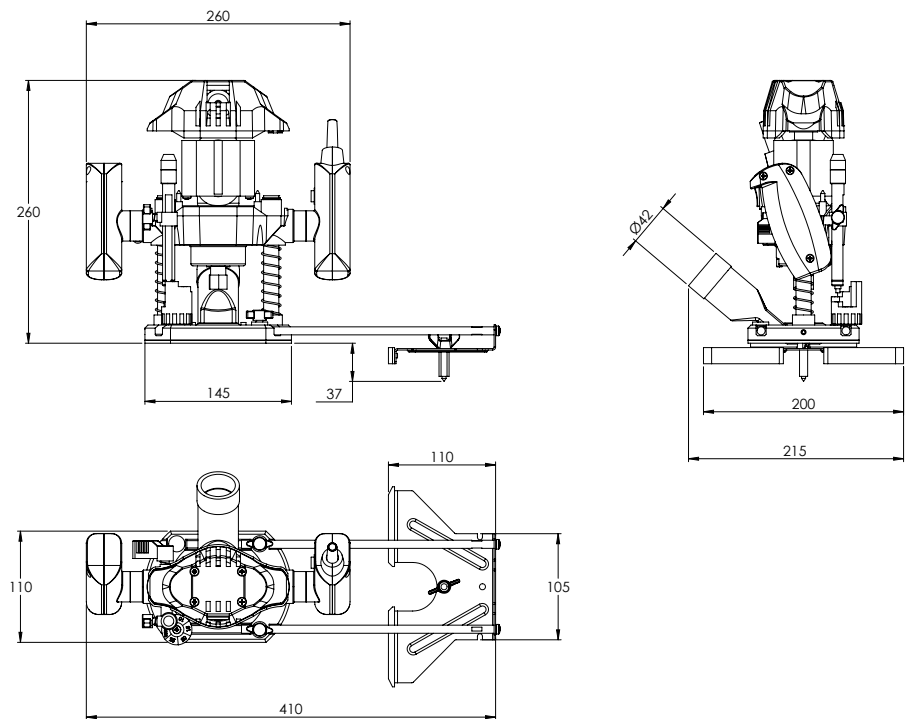

FIGURA 05 - 3 Vistas
OBSERVAR Plaqueta de Identificação (19) fixada na traseira da Carcaça (02) (figura 05);